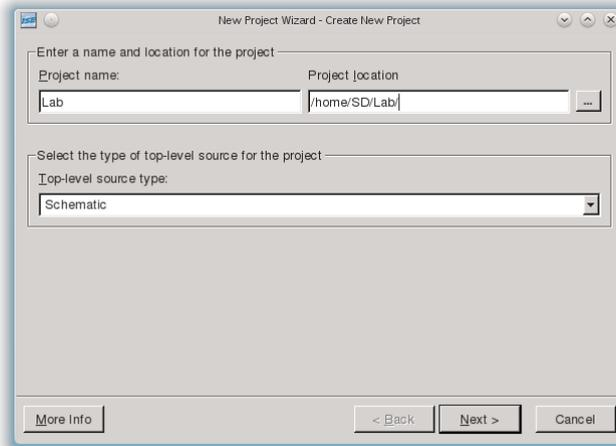

Figura 2 - Janela de criação de um novo projecto.
- 2 Abrir-se á uma janela onde deverá indicar o nome e localização em disco do projecto (ver Figura 2). Após preenchimento dos campos, pressione em “*Next*”.